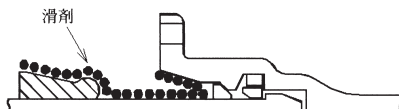

図38 滑剤塗布範囲
- (1) ゴム輪外面、挿し口外面および受口内面にダクトイル鉄管継手用滑剤を塗る。塗布範囲を図38に示す。